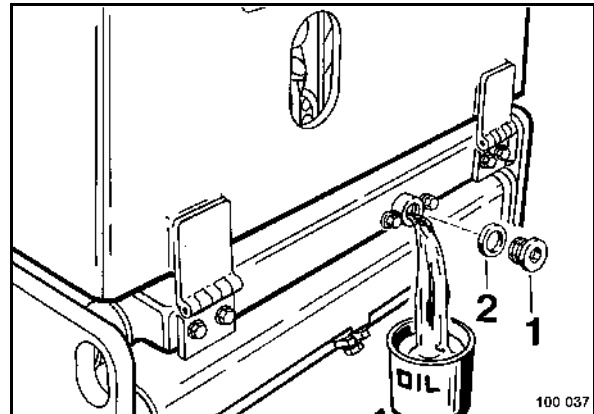

fig. 59
- Dévisser le bouchon de vidange (1) (fig. 59) et recueillir l'huile dans un récipient approprié.
- Nettoyer la vis de vidange et le revisser avec un joint neuf (2).